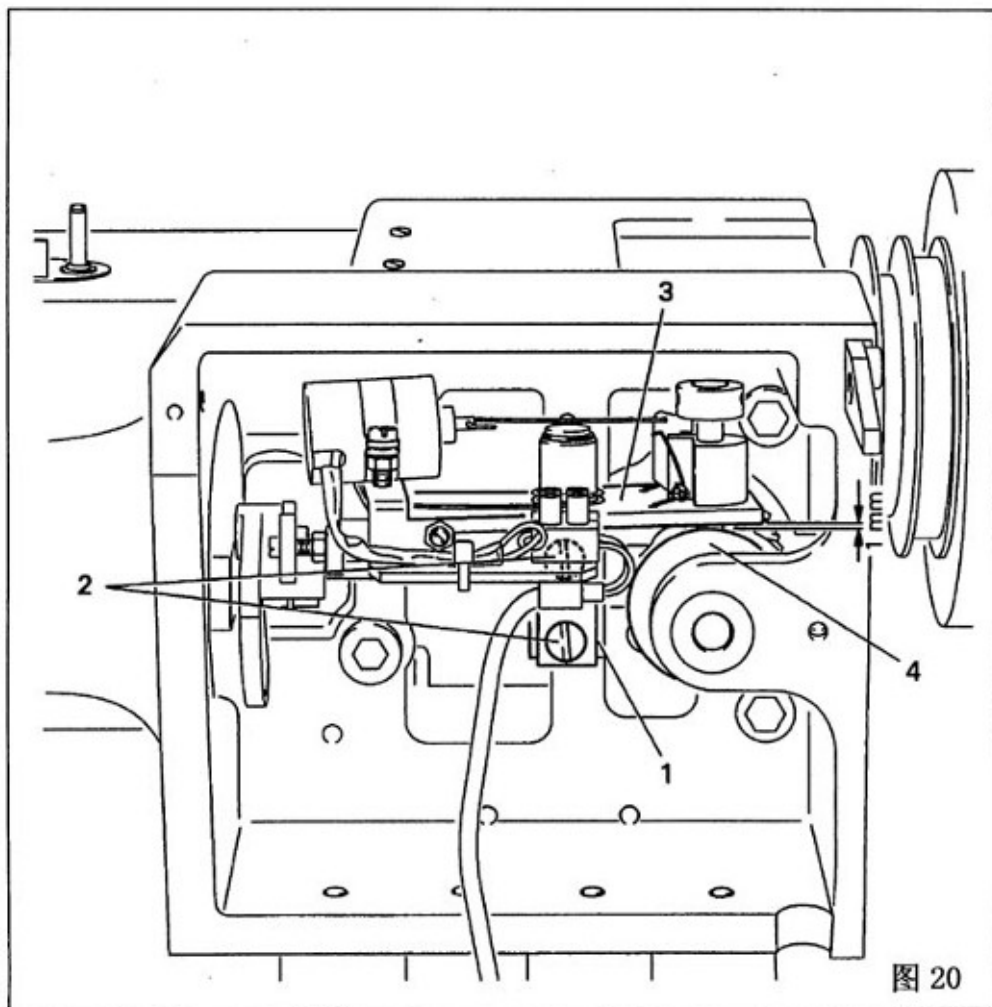

图 20
- ① 通过机壳上的工艺孔放松螺钉 1。
- ② 设置压脚到最低位置。
- ③ 转动凸轮 2 到规则要求的位置。
- ④ 向下移动凸轮 2 到轴套 3 的底平面位置并拧紧最近的螺钉 1。
- ⑤ 拧紧第二个螺钉 1。
2) 剪线凸轮与剪线杠杆的间隙调节: (图 20)